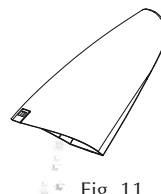

Fig. 11
3. Svuotare il contenitore raccogli-polvere scuotendolo con la mano libera (fig. 11). Se necessario, pulire il contenitore con un panno umido.